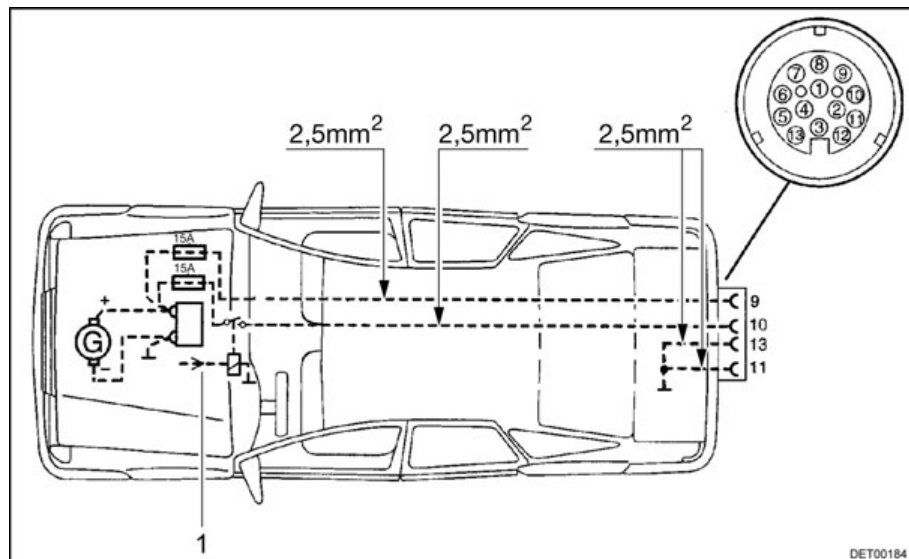

Fig. 113 Plano de instalación del vehículo tractor (Conjunto Autark)
- ▷ Vuelva a reequipar el vehículo tractor con la sección de cable correspondiente y un relé para la alimentación de corriente (controlada mediante encendido) (véase Fig. 113).